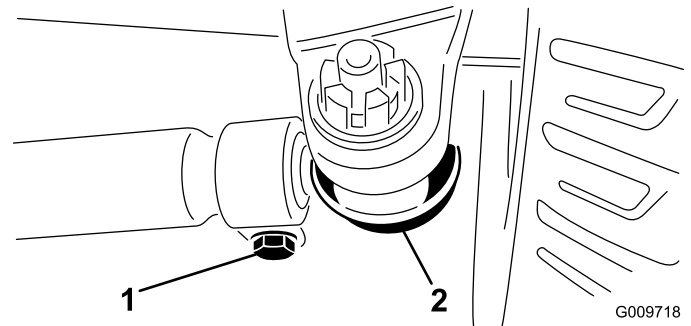

Figura 73
2. Para ajustar, remova o contrapino e a porca de cada uma das rótulas da barra de ligação (Figura 73). Remova a junta da barra de ligação do suporte do eixo.
3. Desaperte as abraçadeiras que estão em ambas as extremidades das barras de ligação (Figura 73).
4. Rode uma (1) vez a rótula separada, para dentro ou para fora. Aperte a abraçadeira na parte solta da barra de ligação.
5. Rode uma (1) vez todo conjunto da barra de ligação na mesma direcção (para dentro ou para fora). Aperte a abraçadeira na extremidade ligada da barra de ligação.